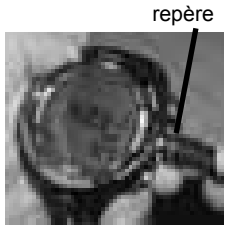

Fig. 175 - CÂBLE D'INTERFACE PC (insérez le câble en positionnant le repère à midi)
- > alignez les broches du connecteur du câble sur les orifices du port de données et enfoncez le connecteur dans le port (Fig. 175).